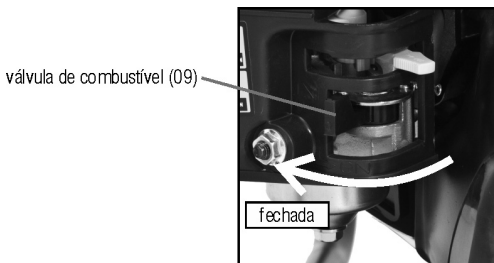

Fig. 26 – Válvula de combustível
c. Feche a válvula de combustível (fig. 26).